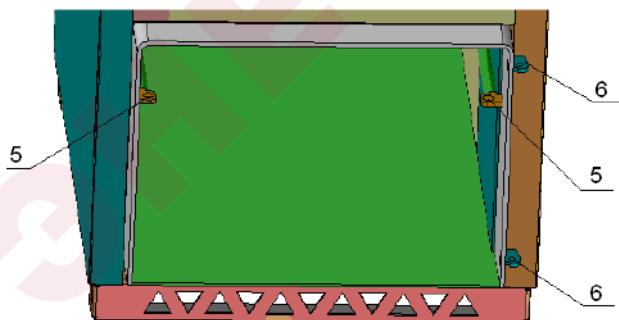

Рис.13 Крепление горелок УГт-19S; УГт-24S; УГт-35S; УГт-45S
6.3 На кронштейны 6 (рис.13) для котлов КС-ТГ – 12/16S;
6.3 У котлов КС-ТГ-30/30S; КС-ТГ-40/40S для крепления горелок УГт (рис.16) требуется: снять кронштейны 10 (левый и правый) с щитка горелки и установить на кронштейны 5 (рис.13,16) котла.